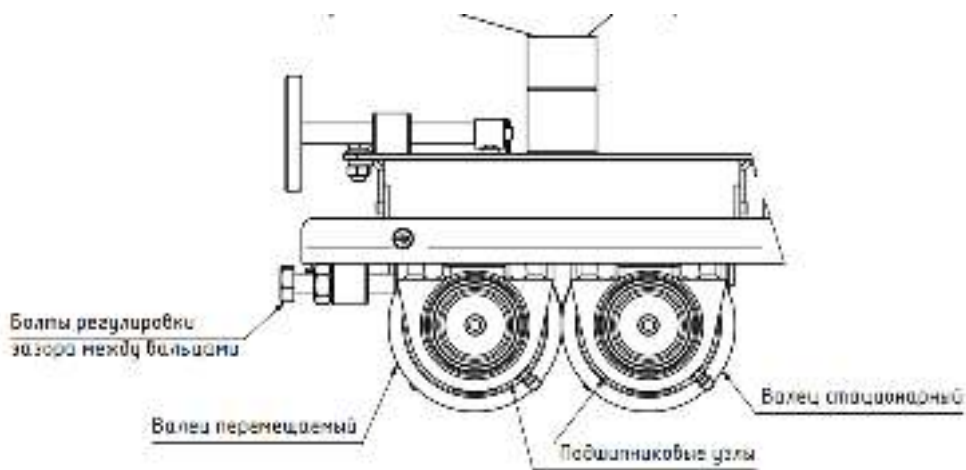

Рис. 3. Механизм регулировки зазора между вальцами
- 6.3. Проверить щупом зазор между вальцами. **Изделие настроено на зазор между вальцами 0,5-0,7 мм!** За счет изменения зазора между вальцами можно получать различную фракцию конечного продукта. Регулировку зазора проводить согласно п. 9.2, рис.3.
- 9.2.1. Ослабить натяжение ремней (см. п. 9.4, рис. 3).